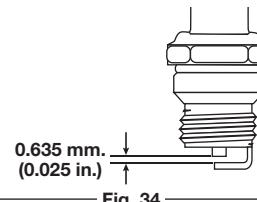

Fig. 34
- Remplacez toute bougie fendillée, encrassée ou sale. Réglez l'écartement à **0,635 mm (0,025 po)** à l'aide d'une jauge d'épaisseur (Fig. 34).